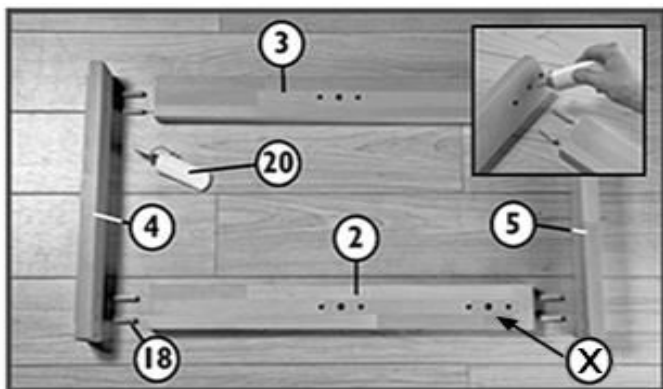

Fig. 1 X=holes for stretchers if cupboard is used
1. Bodenplatte (5), Plattenträger (4), hinteres Tischbein (3) und vorderes Tischbein (2) mit vorgebohrten Dübel-Löchern nach innen bereitlegen (Abbildung 1). Befestigen Sie die Bodenplatte und den Plattenträger mit dem vorderen und hinteren Tischbein mit 4 Dübeln (18) und Klebstoff (20) (Abbildung 1). Benutzen Sie die Dübel-Löcher an der Innenseite für die Verbindung. Die Bohrung auf der anderen Seite des Plattenträgers dient zur Befestigung der Hobelbank-Arbeitsplatte (1). Wiederholen Sie Montage für die andere Seite.